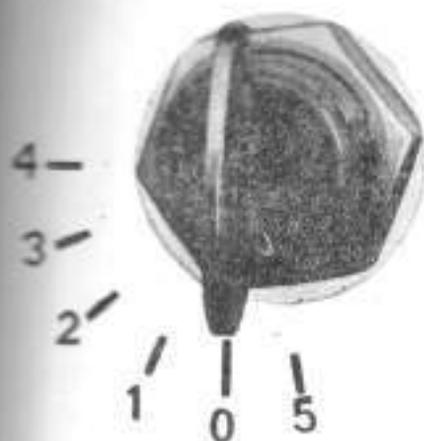

Fig. 8. — Commutateur à clef de contact.
4. Introduisez la clef de contact dans le commutateur et tournez dans la pos. 1, fig. 8.
LE COMMUTATEUR DE MISE EN MARCHÉ ET DE COMMANDE DU THERMOINJECTEUR FONCTIONNE SEULEMENT QUAND LA CLEF DE CONTACT, FIG. 8, EST EN POS. 1, 2, 3 OU 4.
Quand le moteur tourne, laissez la clef de contact dans l'une des quatre premières positions (fig. 8) afin de permettre la charge de la batterie et le fonctionnement de l'indicateur du niveau de combustible et de l'indicateur de température.
L'arrêt de la pédale pourra être mis normalement dans la position de la fig. 8 a. On ne l'amènera dans la position de la fig. 8 b que si on fait travailler la prise de force indépendante.